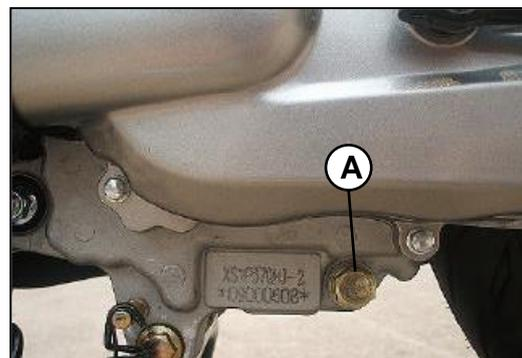

Fig. 02
Retire el tapón (A) de drenaje ubicado en la parte inferior izquierda de la carcasa central. Después de drenar el aceite, limpie el tapón de drenaje, reinstálelo. Reemplace el empaque si este se encuentra dañado. **Fig.02**